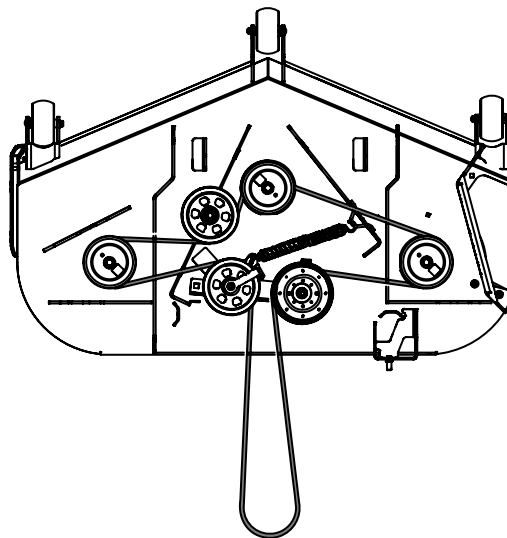

Figure 56
8. Placez la courroie comme indiqué à la Figure 56, puis serrez la quincaillerie du bras de renvoi.